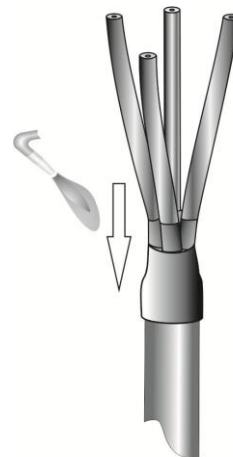

Рис.4
4. Прогреть пламенем газовой горелки жилы кабеля до температуры 50-60°С, сблизить жилы кабеля и одеть термоусаживаемую перчатку так, чтобы каждая жила попала в отверстие соответствующего “пальца”. Продвинуть перчатку как можно ближе к корешку разделки кабеля. Усадить перчатку, начиная от “пальцев” сначала на жилы, а затем к “юбке” перчатки. После усадки перчатка должна плотно облегать оболочку и изоляцию на жилах кабеля. По периметру “юбки” и “пальцев” должен быть заметен выступивший расплавленный клей (Рис.4).